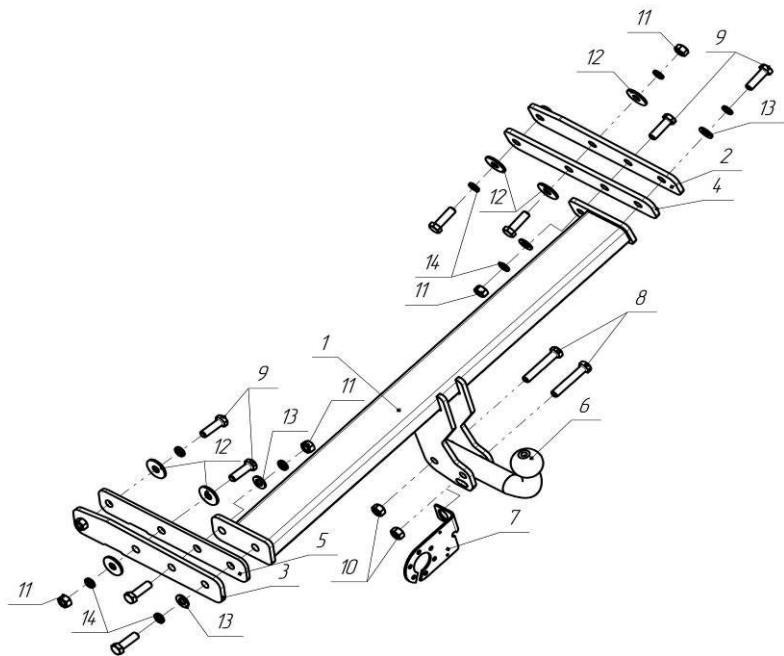

Рис.1.
- Установить ТСУ (рис.1) на автомобиль, используя крепежные элементы (поз. 9,11,12,13,14);